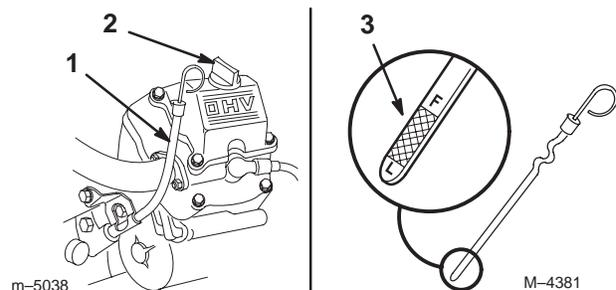

Figure 41
3. Nettoyez la surface autour de la jauge d'huile pour éviter que des impuretés ne s'introduisent dans le goulot de remplissage, ce qui risquerait d'endommager le moteur (Fig. 41).
4. Sortez la jauge d'huile et essuyez soigneusement l'extrémité métallique (Fig. 41).
5. Enfoncez la jauge complètement dans le goulot de remplissage. Sortez de nouveau la jauge et examinez l'extrémité métallique (Fig. 41). Si le niveau est bas, versez lentement une quantité d'huile suffisante dans le goulot de remplissage pour amener le niveau au repère du plein (F).
5. Versez lentement environ 80% de la quantité d'huile spécifiée dans le goulot de remplissage (Fig. 41). Voir Vidange de l'huile moteur et remplacement du filtre, page 36.
7. Faites l'appoint avec précaution pour amener le niveau au repère du plein (F).